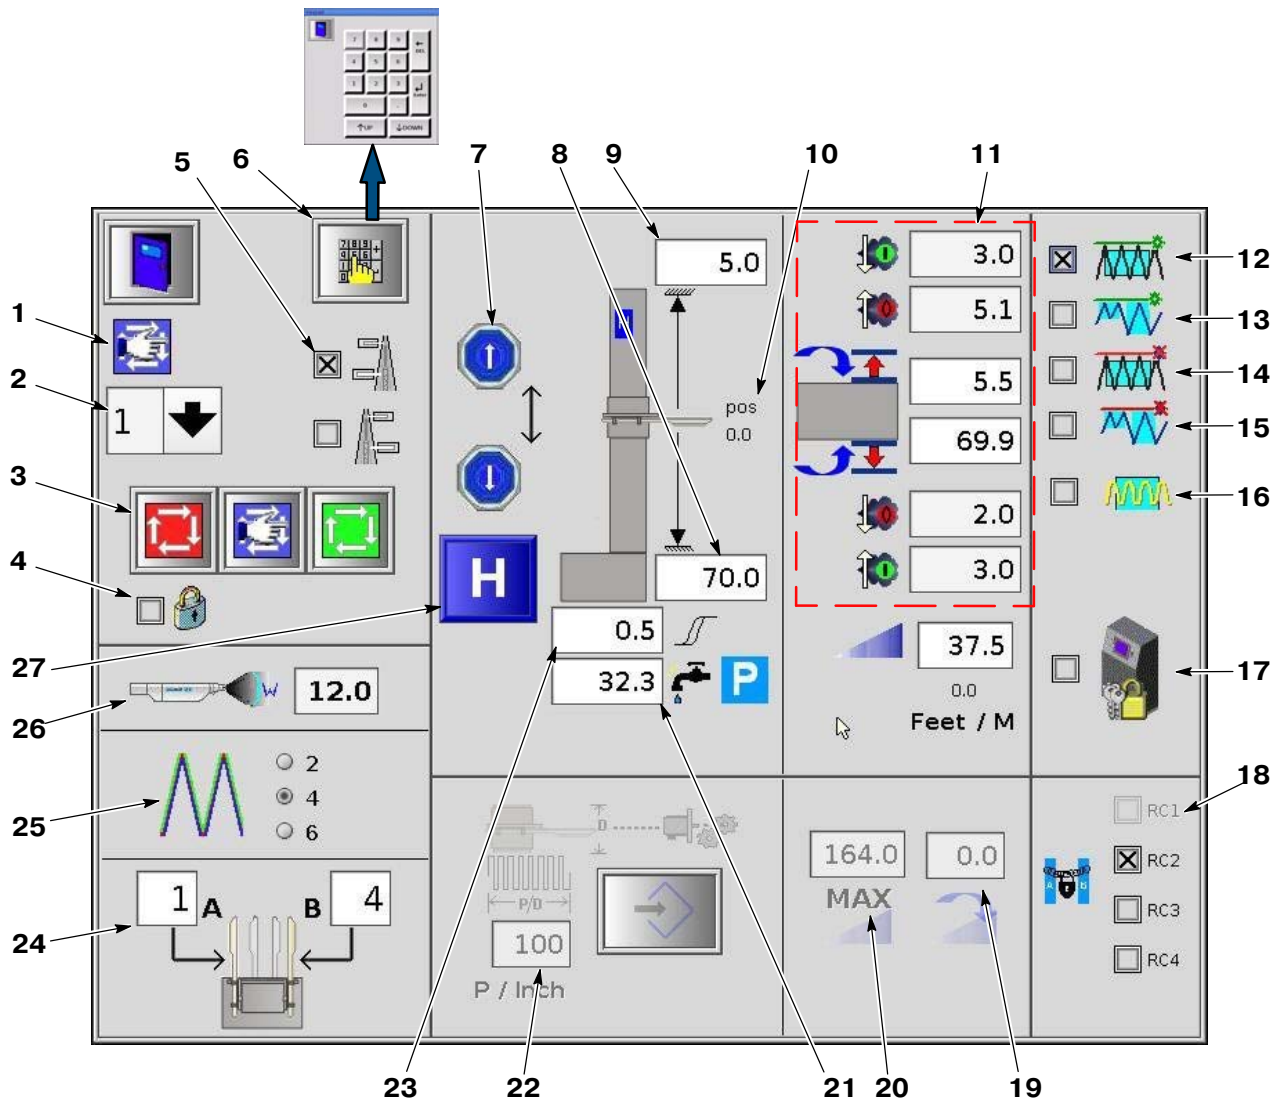

Рис. 3-9 Окно конфигурирования вертикальных манипуляторов
3. Коснувшись кнопки наведения, вручную навести вертикальный манипулятор. По завершении наведения вручную опускать каретку вертикального манипулятора, пока для текущего положения (10, рис. 3-9) не будет отображаться 6 дюймов (или другое четное число).
Выбор ведущий/подчиненный	<p>Позволяет подчинять вертикальные манипуляторы текущему вертикальному манипулятору. При этом подчиненные вертикальные манипуляторы используют настройки ведущего. Вертикальный манипулятор RC2 на рис. 3-9 подчинен вертикальному манипулятору RC1.</p>